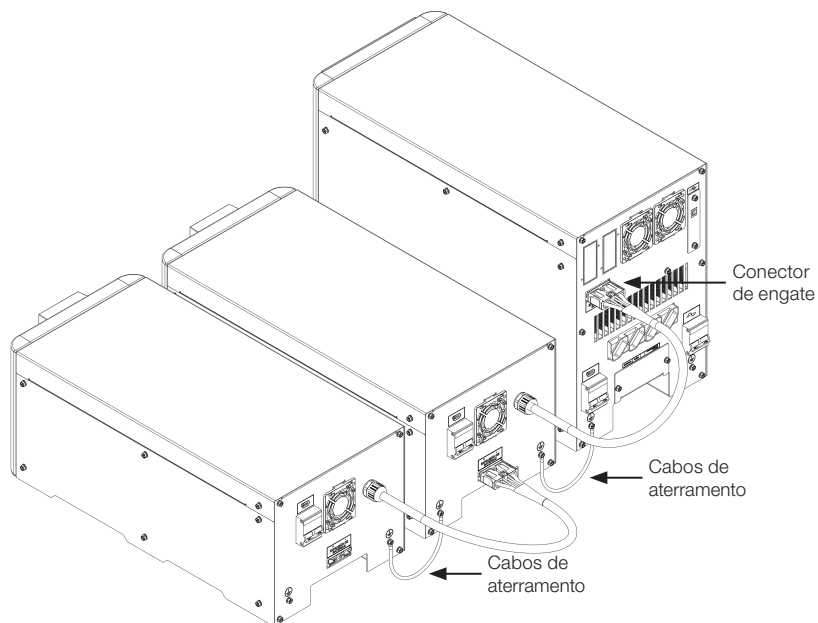

Figura 5.7: Conexão entre bancos externos de baterias e o Nobreak
O banco de baterias possui cabo embutido com conector de engate rápido para a conexão dos cabos positivo e negativo das baterias, bem como os cabos de sinal. Para realizar a conexão do banco externo de baterias ao Nobreak basta realizar o encaixe dos conectores, conforme sugerido na Figura 5.7 na página 5-7.
No exemplo da Figura 5.7 na página 5-7 ilustra-se a conexão de dois bancos de baterias externos, conectados em cascata.
- 4) Utilizar o cabo de aterramento fornecido juntamente com o banco de baterias para interconectar os pontos de aterramento dos gabinetes, de acordo como sugerido na Figura 5.7 na página 5-7.